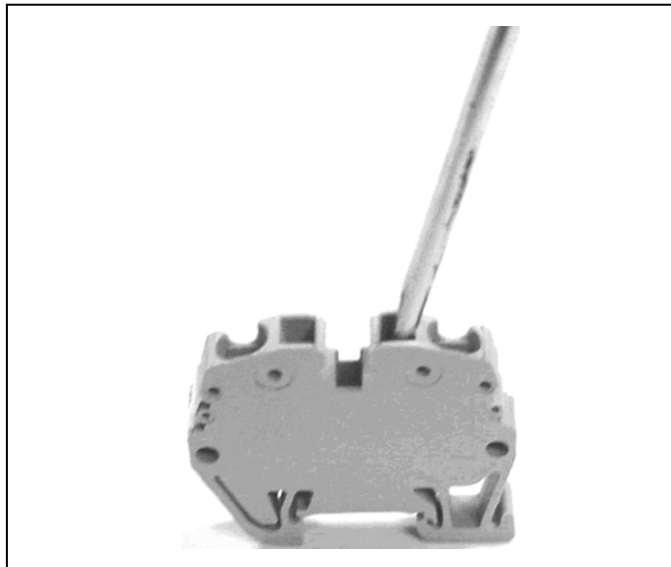

Figure 11 - Tournevis inséré dans l'ouverture «outil»
Étape 2 : Commencer par insérer la lame d'un petit tournevis dans l'ouverture carrée (outil), la surface plate de la lame appuyée sur la paroi arrière de l'ouverture (consulter la Figure 11). En exerçant un peu de pression, pousser le tournevis vers le centre de la pince selon un angle léger. S'assurer de le glisser jusqu'à ce qu'un clic se fasse entendre. La pince s'ouvrira dans l'ouverture prévue pour le fil.